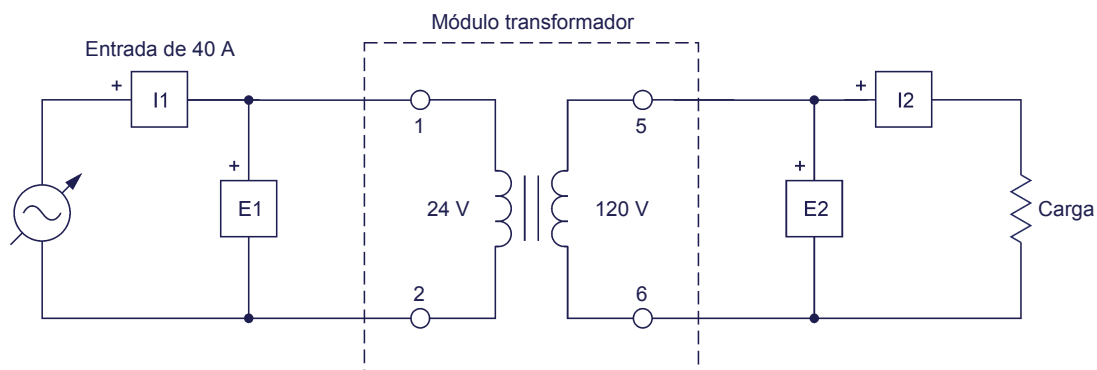

Figura 8. Transformador elevador de 120 VA conectado a una carga resistiva.
19. Arme el transformador elevador de 120 VA mostrado en la figura 8.